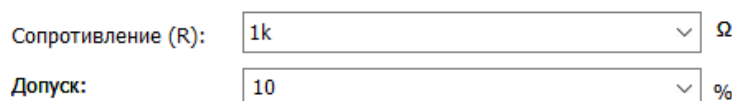

Рисунок 1.5 – Пример выставление параметров
3.7. Нажмите двойным щелчком левой клавиши мыши на поставленный резистор. Откроются параметры резистора. Номинал можно видеть в строчке "Сопротивление (R)", а допуск выставить равным 10% в строчке "Допуск", рисунок 1.5.